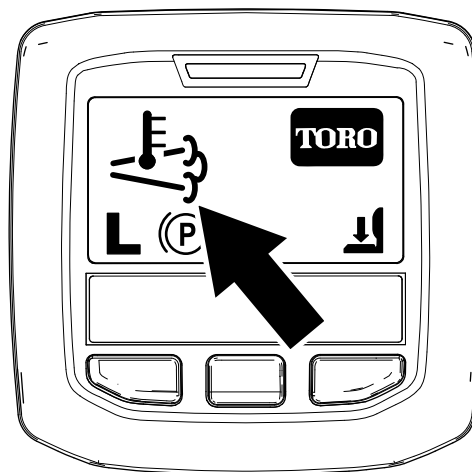

Figure 42
- L'icône de haute température d'échappement  s'affiche sur l'InfoCenter (Figure 42).